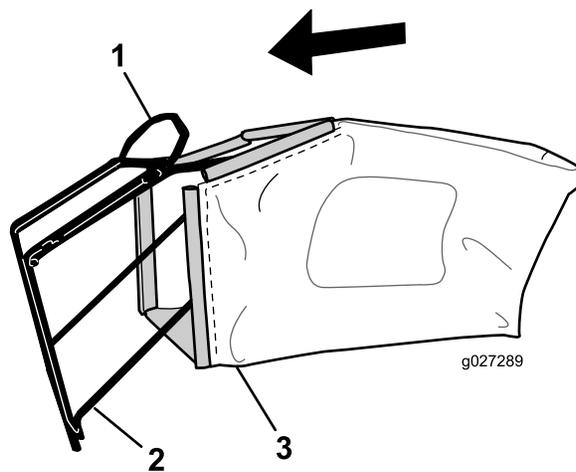

Рисунок 9
1. Установите травосборник на раму, как показано на Рисунок 9.
Примечание: Не надевайте травосборник на рукоятку (Рисунок 9).